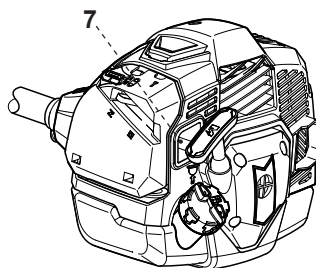

Fig. 12
- > Si le moteur est froid, appuyez sur l'amorce [7] lors du démarrage (Fig. 12).